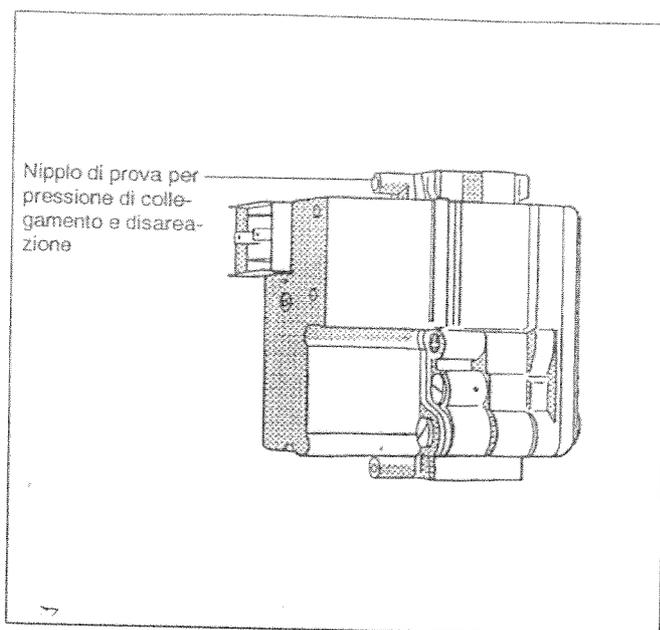
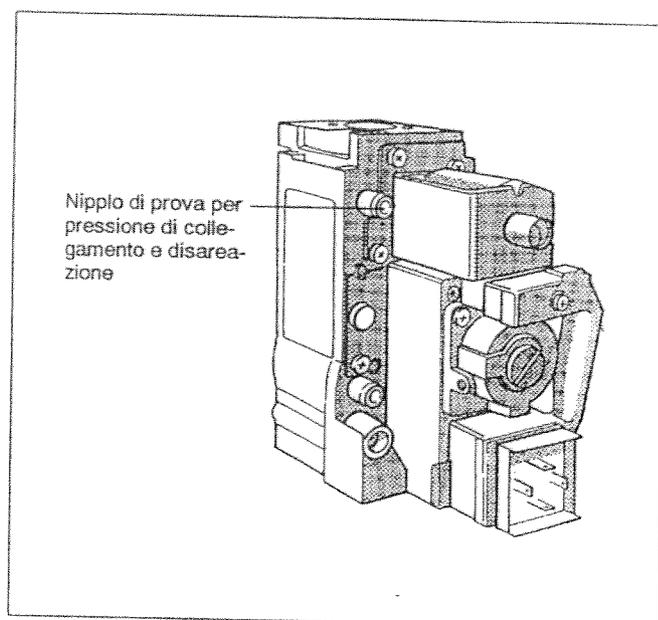

Fig. 19: Apparecchiatura gas del bruciatore "BM" 762-012
Fig. 20: Apparecchiatura gas del bruciatore "Honeywell" VR 4601
- Allentare di due giri la vite di chiusura del nipplo di prova della pressione di attacco a livello dell'apparecchiatura gas del bruciatore (Fig. 19 o Fig. 20).